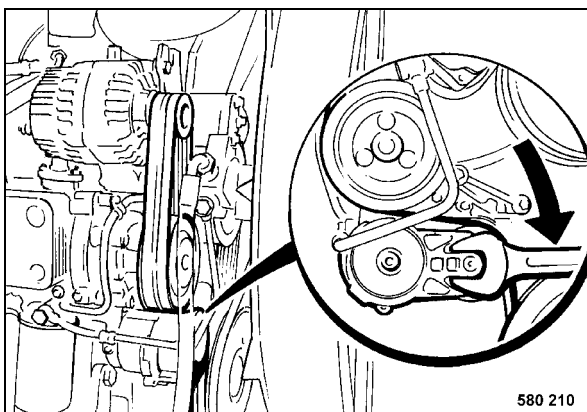

Fig. 163
- Empujar el rodillo tensor (Fig. 163) en sentido de la flecha hasta la correa trapezoidal con nervios queda libre.